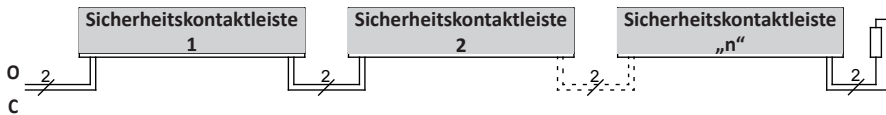

Bild 2: Verschaltung mehrerer Sicherheitskontaktleisten
6.7 Anschluss von mehreren Sicherheitskontaktleiste pro Signalgeberkreis (Bild 2)
An dem Signalgebereingang **O** bzw. **C** können ein oder mehrere Sicherheitskontaktleisten angeschlossen werden. Hierfür werden die einzelnen Sicherheitskontaktleisten entsprechend Bild 2 in Serie geschaltet.